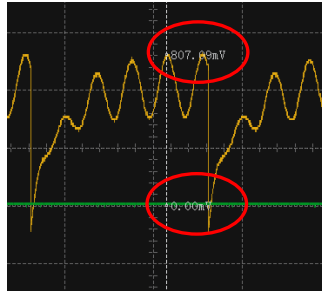

图 3-25
**当前采样点：**在停止采集状态，鼠标移动到波形区域内，将自动显示当前采样点的电压值。效果如下图（图 3-25）所示：